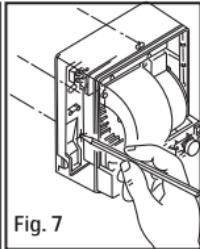
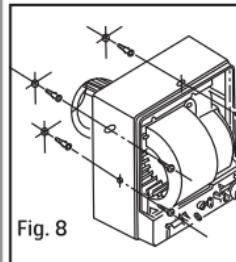

Fig. 7
Fig. 8
4. Hold bakplaten mot vegg/tak og markér de fire skruhullene, deretter skru fast viften, Fig. 7 og Fig. 8.